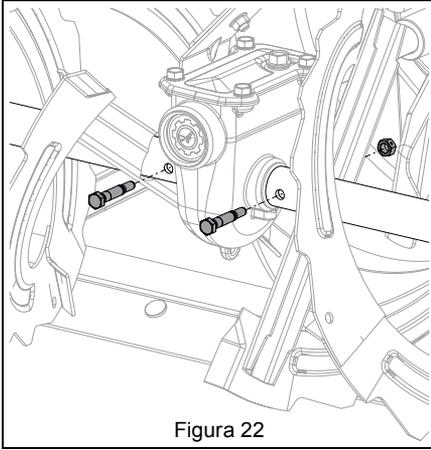

Figura 22
1. Quite los pernos de seguridad y las tuercas. Ver Figura 22.
Ver Figura 22.